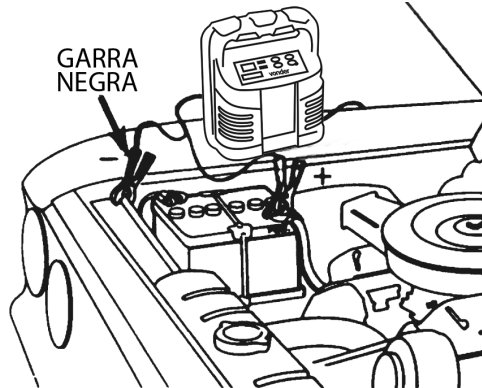

Fig. 4 – Cargando la batería en el vehículo
- 1 - Conecte la garra roja del cargador en el polo positivo de la batería, Fig. 4;
2 - Conecte la garra negra del cargador en el chasis, lejos de la línea de la batería y combustible, Fig. 4;